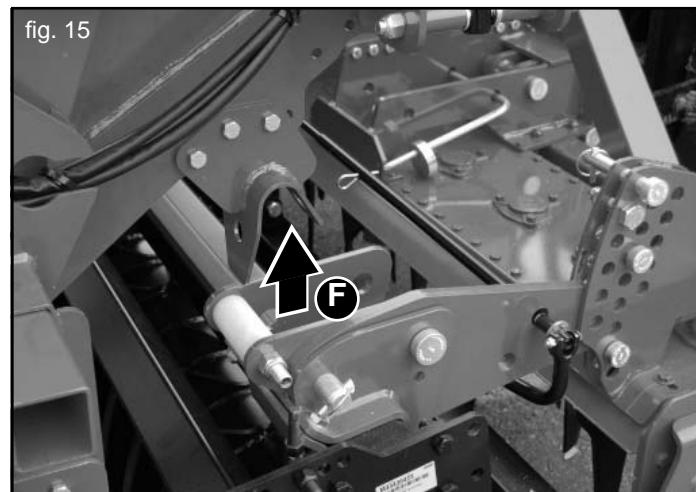
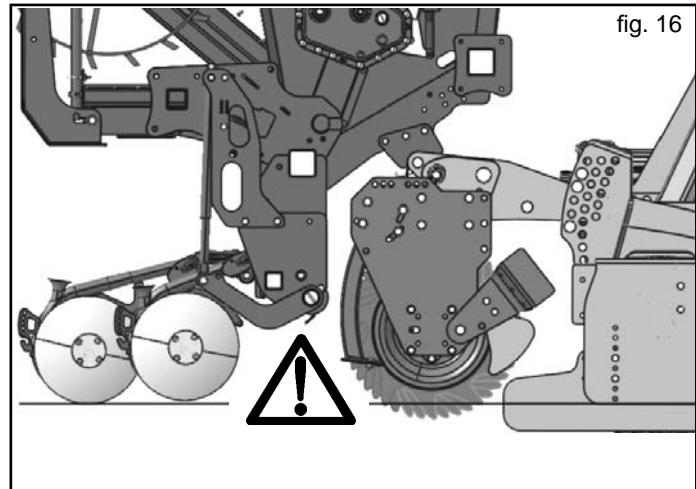

fig. 15
fig. 16
- 3) Avvicinarsi con il trattore alla seminatrice, agendo sul sollevatore, agganciare l'attrezzatura nei punti predisposti (F, Fig. 15). Verificare che non ci siano o si possano verificare interferenze tra organi meccanici delle due macchine. In modo particolare controllare la zona tra il rullo posteriore ed i bracci degli assolatori (Fig. 16).